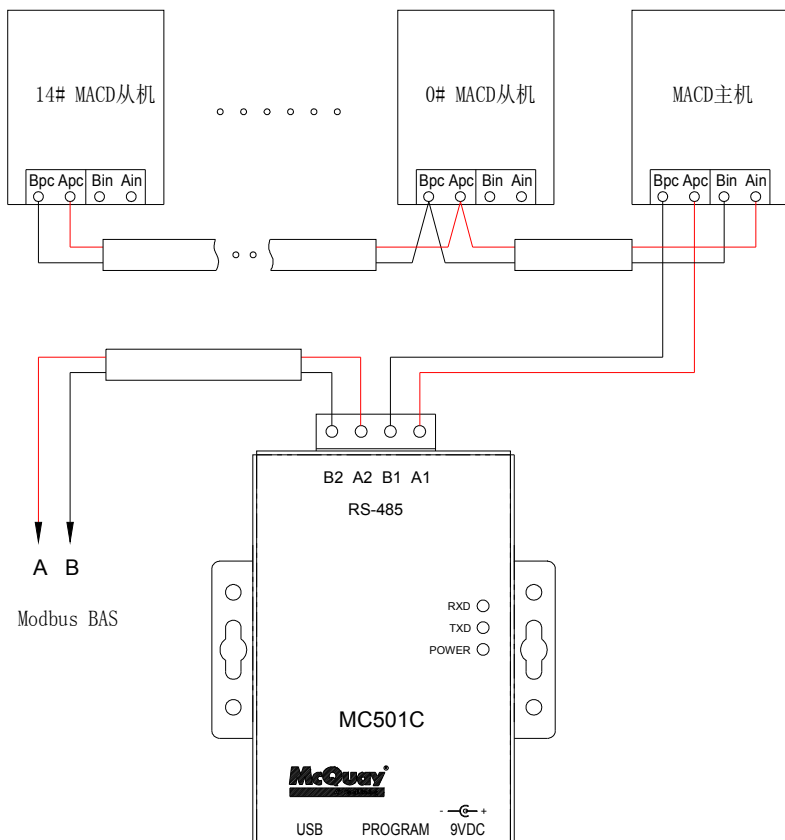
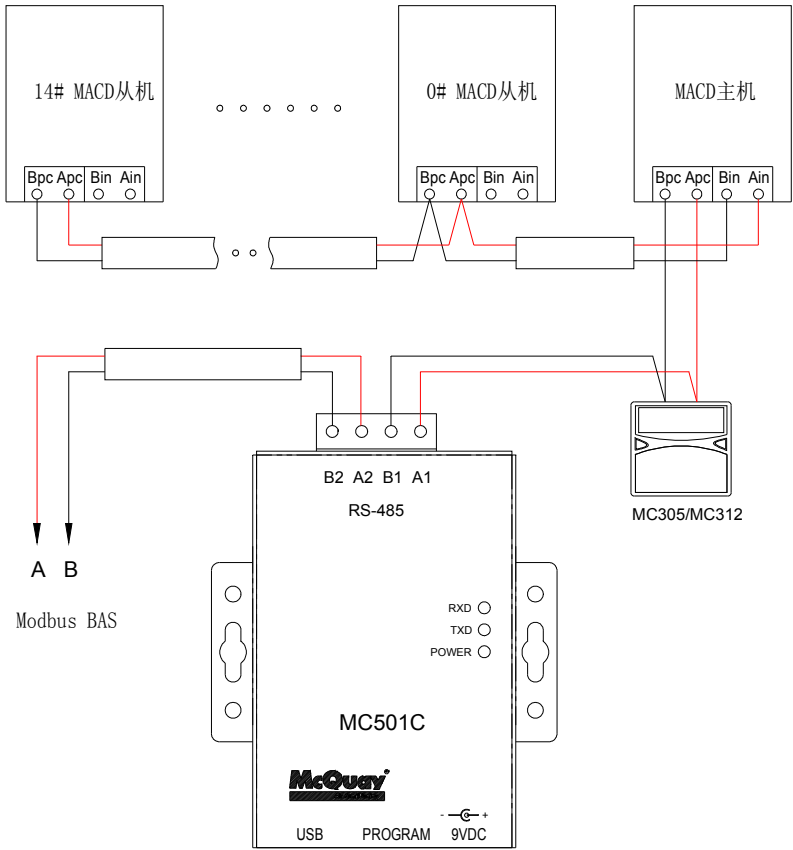

图 4-4
图 4-6
(1) MC501C_B 上电后等待 3 秒时间，若通讯正常，采用“图 4-4”接线方法时，TXD 和 RXD 灯会频繁交替闪烁；采用“图 4-6”接线方法时，RXD 灯闪烁频率会比 TXD 灯高。否则，请检查 MC501C_B 的通讯线连接以及相关的通讯配置是否正确。
(2) 在 Input Register（索引 36260）可以查看 MC501C_B 所连接主机配置的从机台数，如果从机台数有异常，请检查 MC501C_B 的通讯线连接以及相关的通讯配置是否正确。